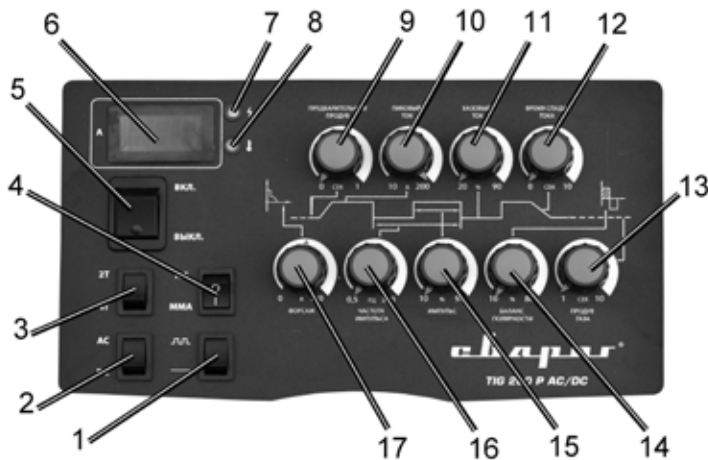

Рис. 7.1. Передняя панель.
2. Панель управления (см. рис. 7.1)
8. Выберите кнопкой режим TIG сварки (п. 4, рис. 7.1).